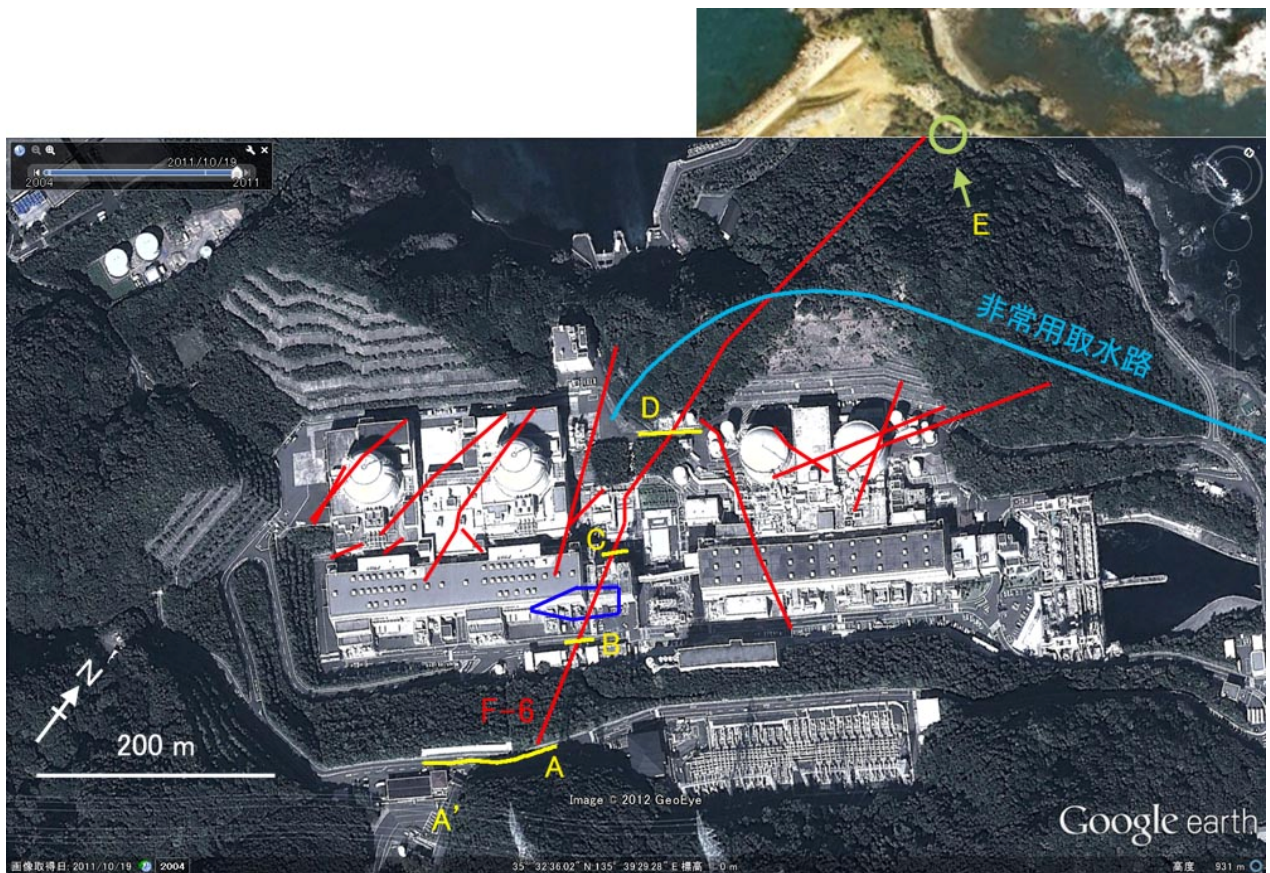

図1
建屋がある場所における掘削調査は不可能であるので、F-6 破碎帯（断層）が道路などを横切る A～E の5地点（図1）を中心に観察し、関電職員から現況に関する聞き取りを行った。
(1) A 地点（図1・道路）
(2) B 地点（図1・道路）
(3) C 地点（図1・道路）
(4) D 地点（図1・道路）
(5) E 地点（図1・林）
(6) Sクラス施設 (図1・水色線)
現地において、関電担当者から確認したところ、3・4号炉用の非常用の取水路 (Sクラス) が、F-6 破砕帯 (断層) を横断するように設置されていることが明らかになった。その取水路の位置も図示する (図1)。